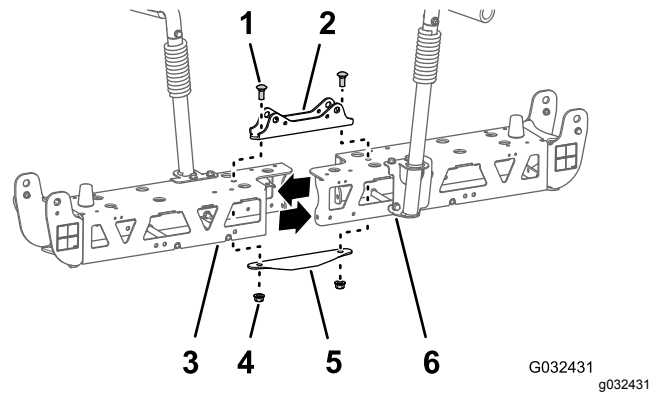

Figura 75
2. Retire los 2 pernos con arandela prensada (1/2" x 1-1/4") y las 2 contratruercas (1/2") que sujetan el bastidor de cilindro estrecho, los perfiles izquierdo y derecho del travesaño y la pletina de unión estrecha (Figura 75).